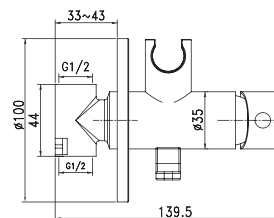

Рис. 3 / 3 сур.
3. Необходимо смонтировать смеситель*, подключив к нему трубы системы водоснабжения, и закрепить его к стене, подобрав его положение в нише таким образом, чтобы глубина установки не превышала 33-43 мм, как на рис.3